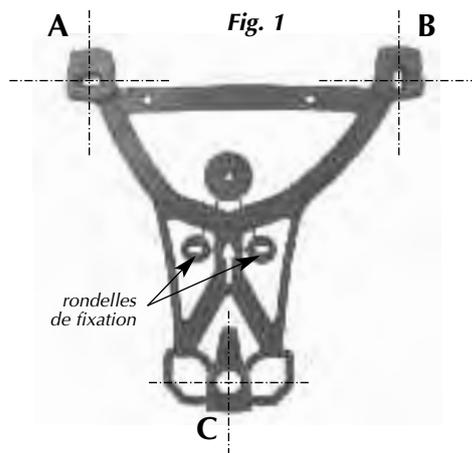

Fig. 1
- Dévisser le gabarit de fixation et le fixer aux points **A**, **B** et **C**, (cf. **Fig. 1**).